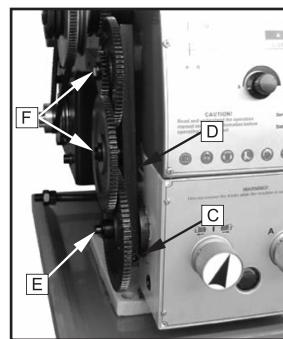

Рис. 23
- Ослабить фиксирующий винт (С, Рис. 23) на квадранте.
- Отвести квадрант (D, Рис. 23) вправо.
- Отвернуть гайку (E, Рис. 23) от ходового винта или гайки (F, Рис. 23) от болтов квадранта, чтобы снять передние сменные шестерни.